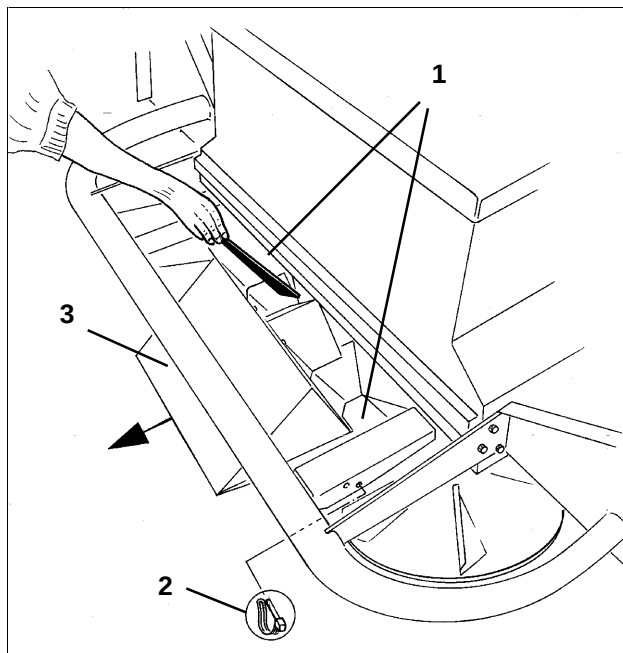

Fig. 47
- Il se peut que du matériel se soit aggloméré dans la trémie, colmatant ainsi peu à peu les ouvertures de projection (Fig. 47/1). Or, on ne peut obtenir un épandage optimal que si les deux ouvertures sont propres. C'est pourquoi, avant chaque utilisation de l'épandeur centrifuge traîné, il faut inspecter les ouvertures d'épandage comme suit et les nettoyer si besoin est
- Retirez deux essies d'essieu (Fig. 47 /2) et tirez la trémie (Fig. 47 /3) vers l'arrière jusqu'à ce que les ouvertures de sortie (Fig. 47 /1) deviennent visibles.
- Repoussez en place la trémie et fixez-la avec deux essies d'essieu (Fig. 47/2).